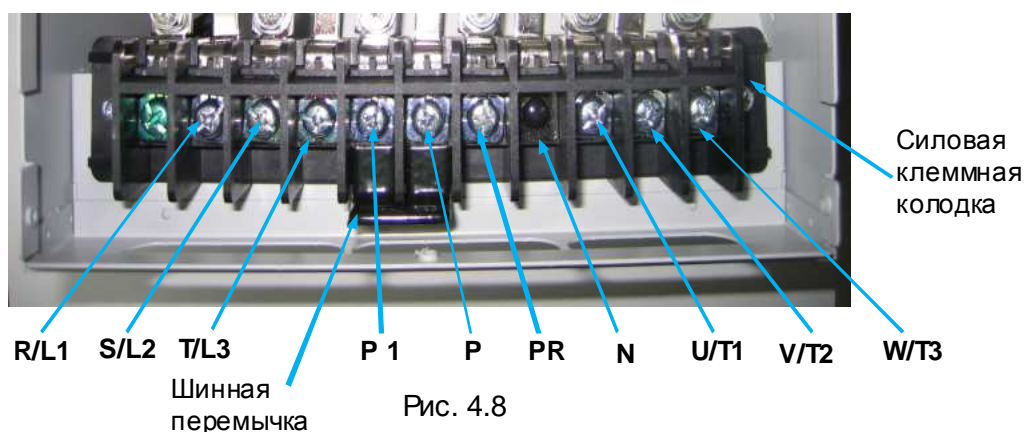

Рис. 4.8
Диагностика заключается в “прозвонке” клемм **R/L1, S/L2, T/L3, U/T1, V/T2, W/T3** силовой клеммной колодки с терминалами «+» и «-» звена постоянного тока. Терминал «+» связан с клеммами **P** и **P1** силовой клеммной колодки (рис.4.8). Терминал «-» связан с клеммой **N** силовой клеммной колодки (рис.4.8).
- 4.11.18. Проверить наличие шинной перемычки между клеммами **P** и **P1** силовой клеммной колодки (рис.4.8), убедиться в том, что клеммы затянуты.